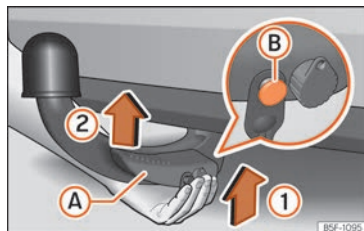

Fig. 267 Placer la boule amovible/broche de déverrouillage à l'état déplié
- Tenez la boule amovible **par en bas** » fig. 267 et encastrez-la dans le logement du crochet en suivant le sens de la flèche ① jusqu'à entendre un clic » ⚠.